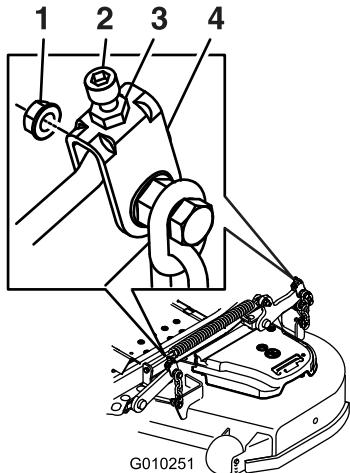

Figura 89
Gire el tornillo de ajuste hasta obtener una altura de 7,6 mm (3 pulg.) (ver Figura 89).
16. Gire el tornillo de ajuste hasta obtener una altura de 8,3 cm (3-1/4 pulg.) (Figura 89).